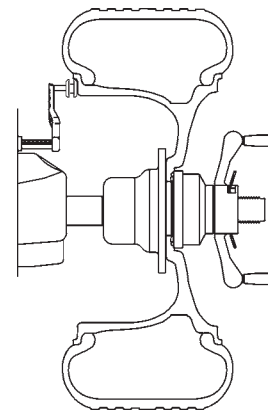

Figura 23a
- Mueva el brazo de desequilibrio de la llanta hasta el borde de la misma, toque con el puntero el borde de la llanta, como se ilustra en la Figura 23a y manténgalo firme durante aproximadamente un segundo. El pitido sonará cuando se calculen e introduzcan los valores de distancia y diámetro. Vuelva a colocar el brazo en su posición totalmente retraída y abajo en la equilibradora. No deje que el brazo de medición "cuelgue" delante de la equilibradora.